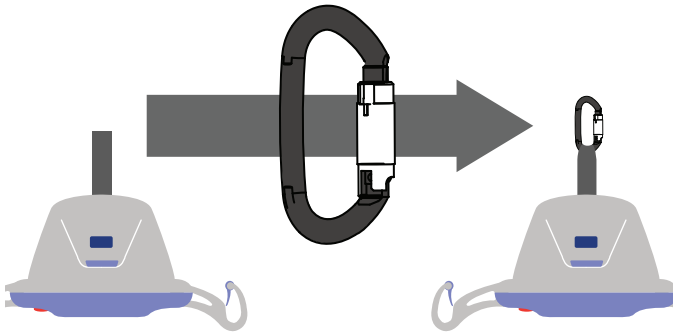

Fig. 2
2. Haka fast karbinhaken med trippel-låssystem vid lyftens rem. Se fig. 2.